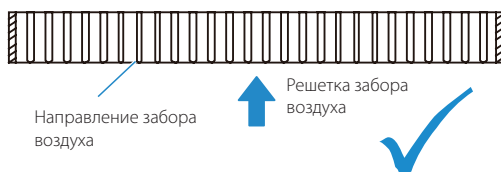

Рис. 4
- ❖ При проектировании воздухозаборной панели камеры возвратного воздуха решетка воздухозаборного отверстия должна быть расположена параллельно направлению впуска, как показано на рис. 4.